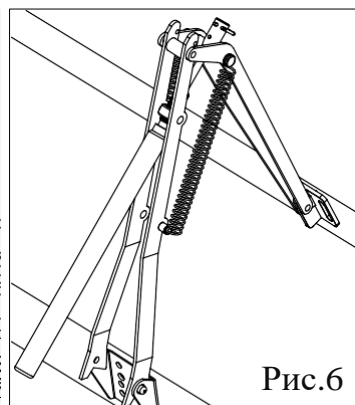

Рис.6
5. Установите кронштейн рамы на подоконник (window sill), см. рис.6.